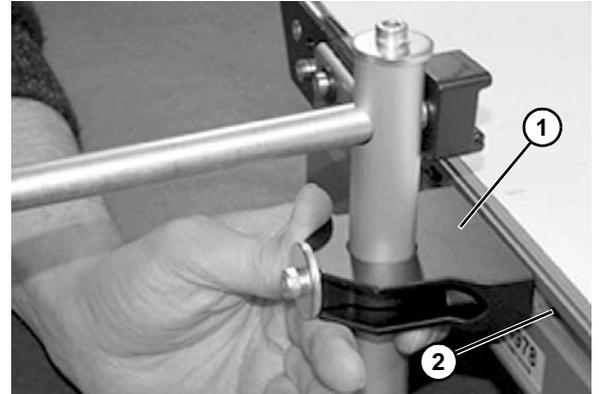

Figure 16
1. Placer les supports de guidage (**Figure 16, élément 1**) dans les rainures en T du convoyeur (**Figure 16, élément 2**).